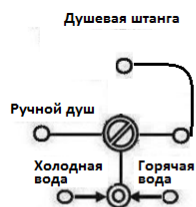

Рис.7
4. Подключение к системе водоснабжения (рис.7,8)